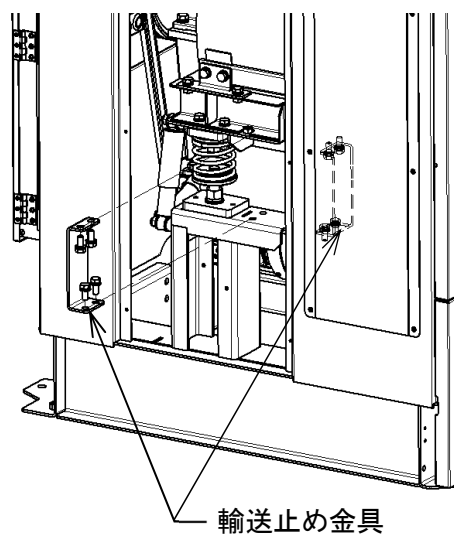

図 4-7
2) 左右計 4 ヶ所の輸送止め金具を全て外します。(図 4-7)